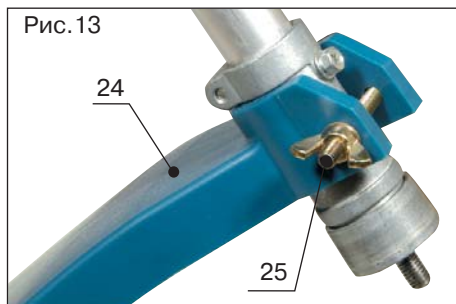

Рис.13
- Установите защитный кожух (поз.24, рис.13) на штангу и зафиксируйте его положение при помощи винта (поз.25, рис.13) и крыльчатой гайки